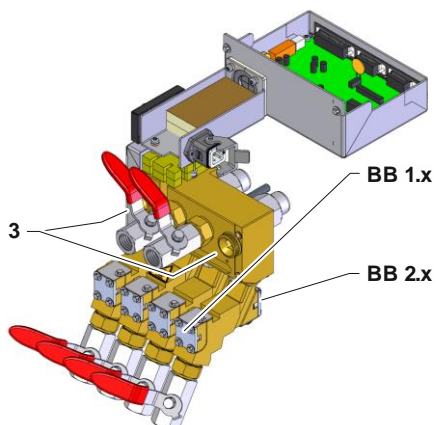

Fig. 4: Flow-5 avec robinet à boisseau
- Le cas échéant, monter les robinets d'arrêt OUT 1 et 4 (marquage 3 → Fig. 4).